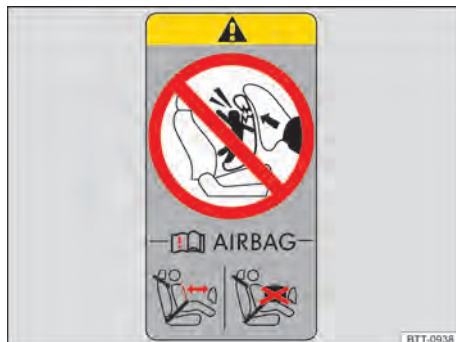

Fig. 103 Representação esquemática: etiqueta de airbag na coluna B.
- Na coluna B no lado do passageiro dianteiro ⇒ Fig. 103.